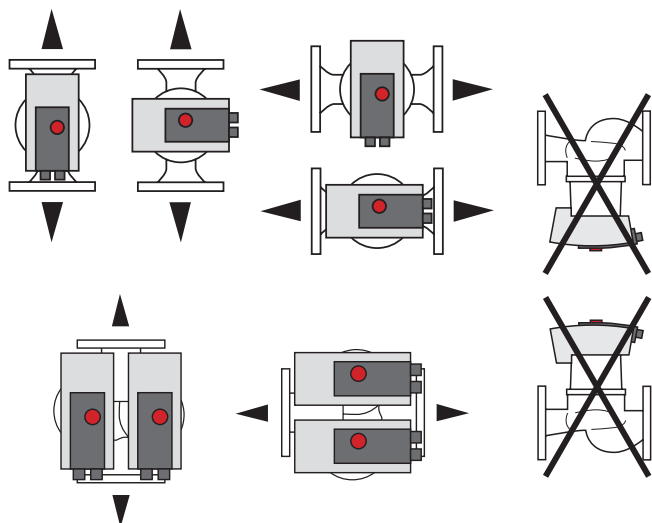

Fig. 4: Допустими монтажни положения
1. Да се проверят допустимите монтажни положения → Fig. 4.